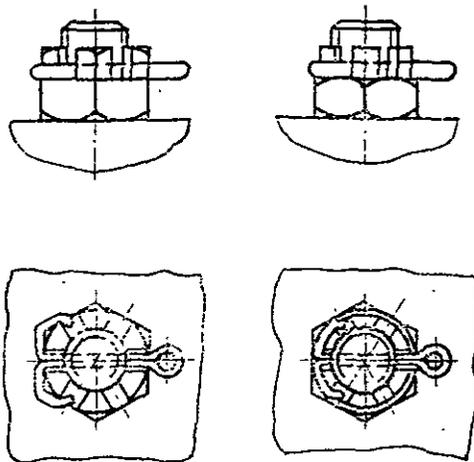

Рис. 7. Стопорение шплинтом, концы которого разводятся, плотно прижимаются к граням (цилиндрической части) гайки и загибаются в пазы гайки
8.2.1. Стопорение шплинтами должно соответствовать указанному на рис. 7—9 к общей части настоящих Технологических указаний.